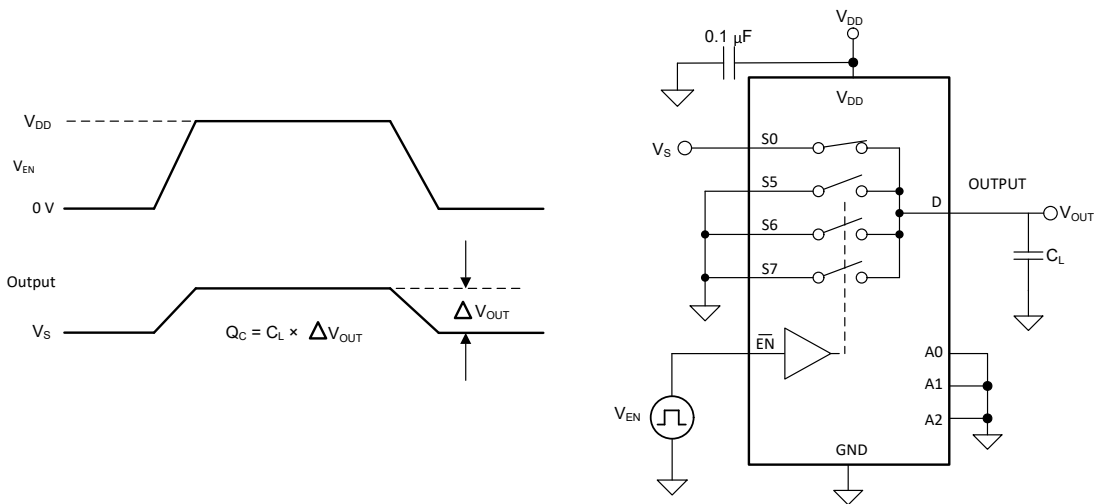

图 6-8. 电荷注入测量设置
NMOS 和 PMOS 晶体管之间电容的任何不匹配都会导致在栅极信号的下降沿或上升沿期间向漏极或源极注入电荷。注入器件源极或漏极的电荷量称为电荷注入, 用符号 Q_C 表示。图 6-8 展示了用于测量从源极 (Sx) 到漏极 (D) 的电荷注入的设置。